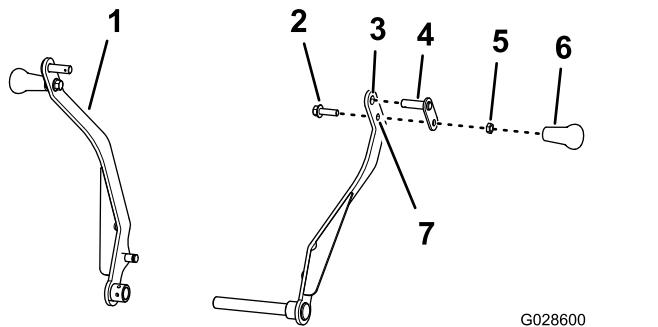

Figura 5
1. Montate un perno di articolazione attraverso il foro superiore del braccio della base (Figura 5).
3. Montate il bullone ( $\frac{3}{8}$ " x  $1\frac{1}{4}$ ") attraverso il foro inferiore nel braccio della base e il fermo del perno di articolazione (Figura 5) con il controdado ( $3/8$ ") e serrate il controdado a 15 - 17 N·m.
- Avvitate la manopola sul bullone ( $\frac{3}{8}$ " x  $1\frac{1}{4}$ ") e serratela contro il controdado stringendo manualmente (Figura 5).
- Ripetete le voci da **1** a **4** sull'altro braccio della base (Figura 5).